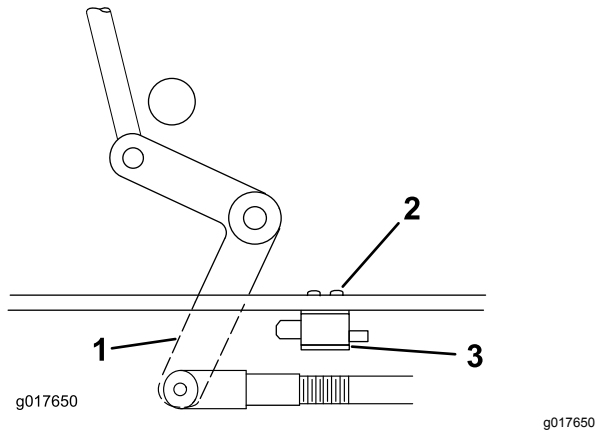

Figure 47
4. Au besoin, réglez le contacteur de sécurité de la PDF en desserrant les boulons de fixation du support du contacteur (Figure 47).
Important: Le levier coudé ne doit pas toucher le corps du contacteur, car celui-ci pourrait être endommagé (Figure 47).